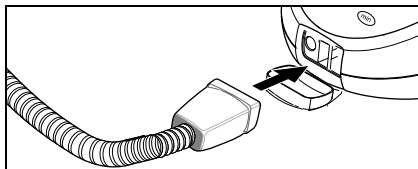

Fig. 5
- Stikk damppluggen (C7) inn i apparatkontakten (A1). Sperreanordningene på damppluggen må gå i inngrep i dekelet til apparatkontakten (se fig. 5).